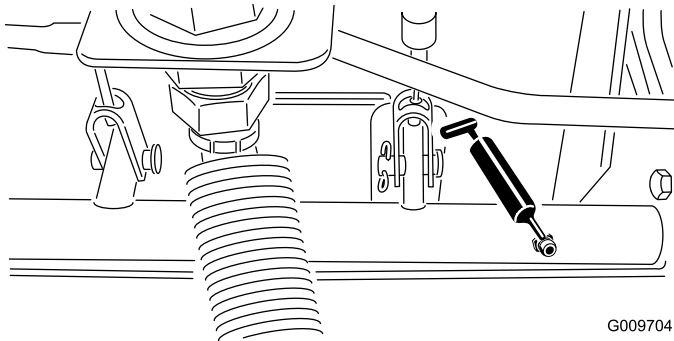

Bild 33
- Bremsstangen-Drehlager (5), wie in Bild 33 abgebildet